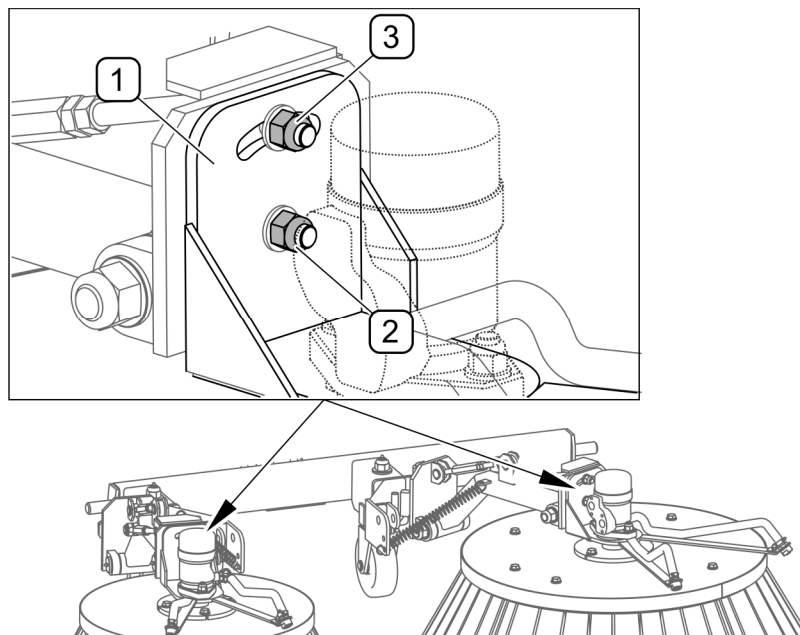

РИСУНОК 5.8 Регулювання поперечного нахилу щіток
- 3) Регулювання поперечного нахилу щіток (РИСУНОК 5.8)
(1) - кронштейн кріплення гідравлічного привода; (2) - вісь обертання кронштейна; (3) - контргайка
Щоб встановити поперечний нахил (РИСУНОК 5.8) необхідно ослабити гайки (2) осі обертання, а також контргайки (3) і встановити відповідним чином кронштейн (1) кріплення гідравлічного привода. Встановити кут нахилу кожної щітки окремо.